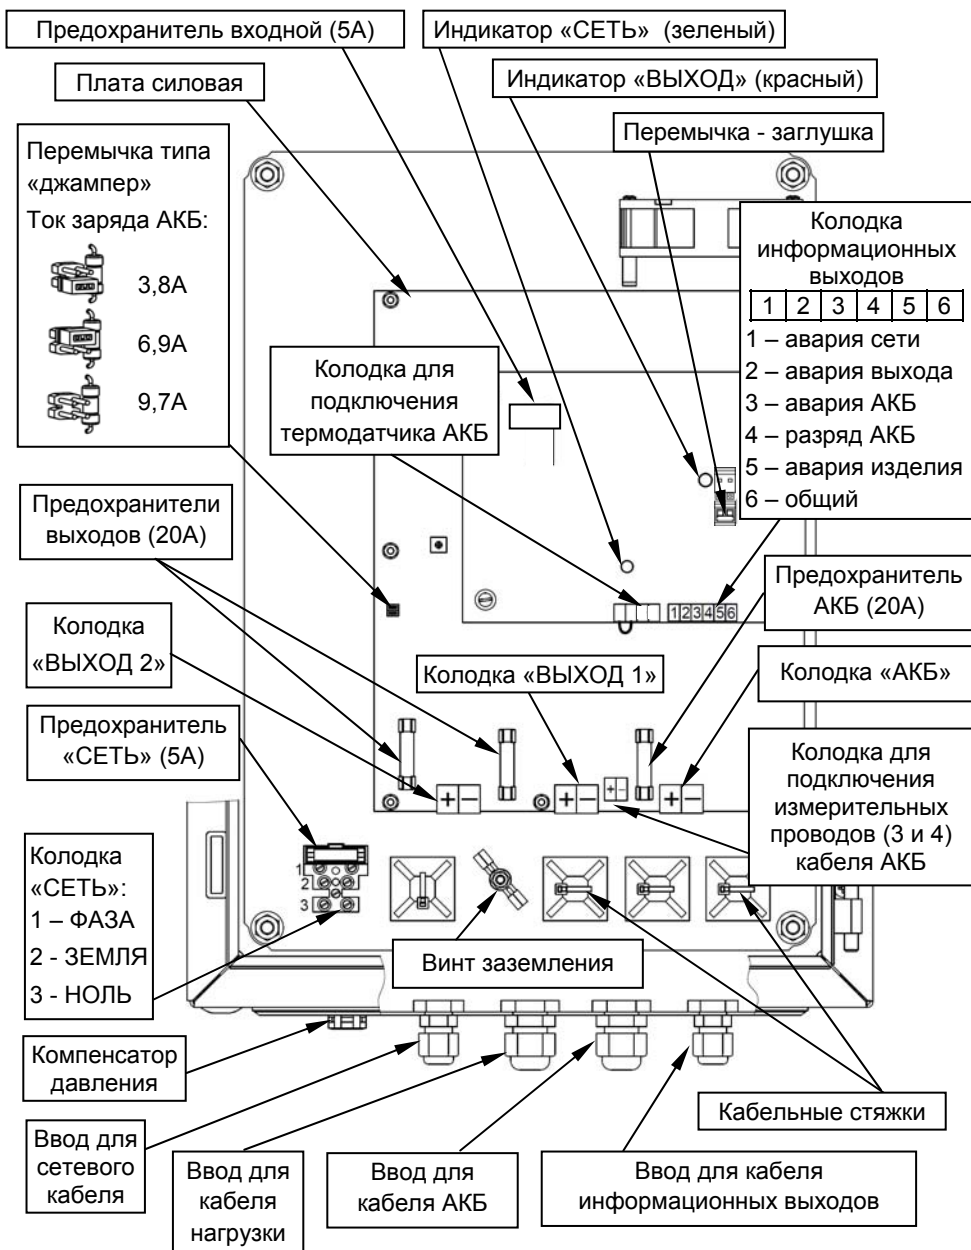

Рисунок 2 - вид изделия с открытой дверцей
Подвод проводов сетевого питания, выходной нагрузки и АКБ осуществляется через герметичные кабельные вводы, установленные на нижней стенке корпуса (см. рисунок 2). При открытой дверце осуществляется доступ к печатным платам изделия и расположенными на них предохранителям, перемычкам, клеммным колодкам и индикаторам «СЕТЬ» (зеленого цвета) и «ВЫХОД» (красного цвета).
Изделие обеспечивает ограничение тока заряда АКБ. Выбор одного из трех значений ограничения тока заряда АКБ осуществляется установкой/удалением соответствующей перемычки типа «джампер» (см. рисунок 2) в соответствии с рекомендациями таблицы 2.
Схемой источника предусмотрен разъем, контакты которого замкнуты предустановленной перемычкой-заглушкой (заводская установка). Разъем расположен на плате управления (см. рисунок 2) и предназначен для подключения внешнего управляющего контакта «ВЫХОД» (например: контакт внешнего реле, кнопки или тумблера).
Подключение внешних цепей к изделию в соответствии с назначением клемм подключения (см рисунок 2) следует выполнять в следующей последовательности:
- провод заземления подключить к клемме 2 (ЗЕМЛЯ) на колодке «СЕТЬ» (см. рисунок 2).
- установить перемычками требуемое значение ограничения тока заряда АКБ (см. рисунок 2 и таблицу 2);
- проверить наличие и исправность предохранителей, расположенных на плате силовой и плате управления (см. рисунок 2);
- подключить с соблюдением полярности к клеммам колодки «НАГРУЗКА» кабель питания нагрузки (см. рисунок 2).